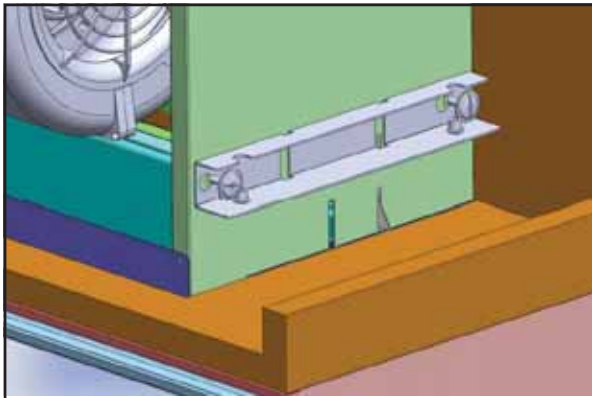

FIG.5
- 4) Fixez les supports superieurs des cotes gauche et droit du bati de la hotte a l'aide de deux (2) vis de 3/16 x 3/8 po chacun (Fig.5). Assurez-vous que les deux (2) trous des ecrous prisonniers du support sont orientes vers le bas.